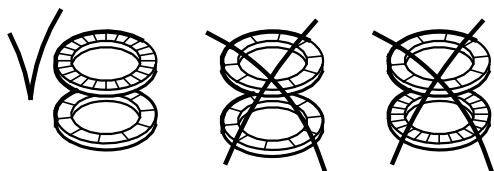

Рис. 26 Правильная установка шайб
10. Поставить хомут (поз. 64с), шайбы (поз. 66) и гайку (поз. 67). См. рис. 26.